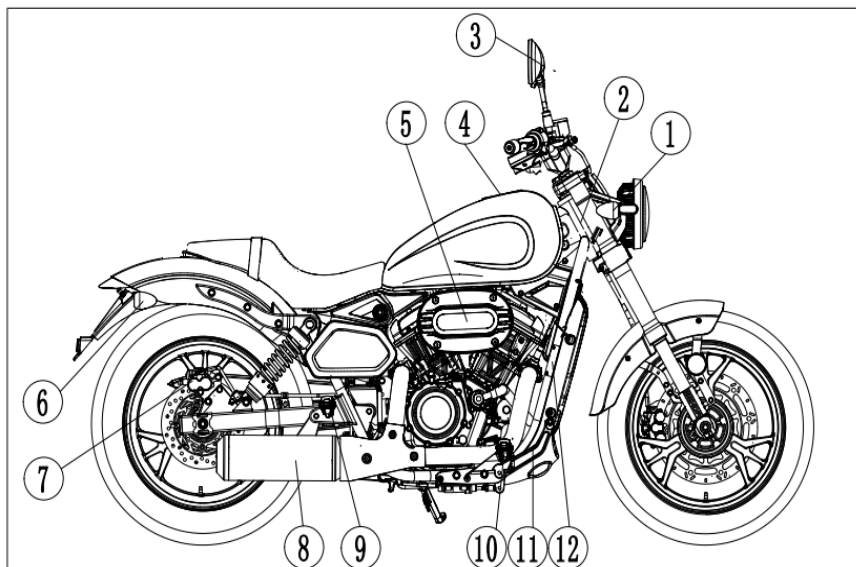

Рисунок 2
2. (Рис. 2)
- ① Указатель поворота, передний
- ② VIN-номер рамы
- ③ Зеркало заднего вида, правое
- ④ Крышка топливного бака
- ⑤ Воздушный фильтр
- ⑥ Указатель поворота, задний правый
- ⑦ Суппорт тормоза заднего колеса
- ⑧ Глушитель
- ⑨ Подножка пассажира правая
- ⑩ Подножка, водителя правая